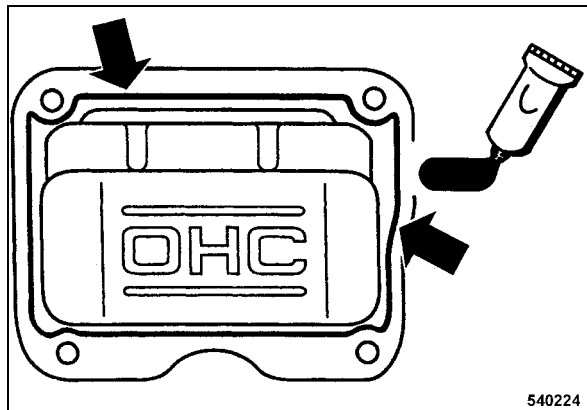

рис. 46
- Нанести утолщение диаметром прим. 1,5 - 2 мм жидкого уплотнителя (Three Bond 1207В или схожего) на внутреннюю сторону крышки головки блока цилиндров (рис. 46).